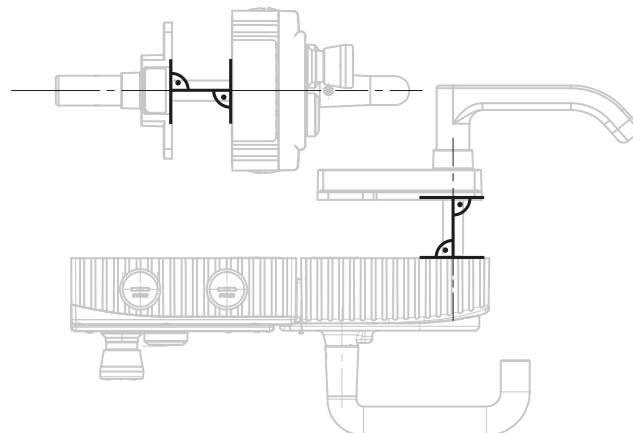
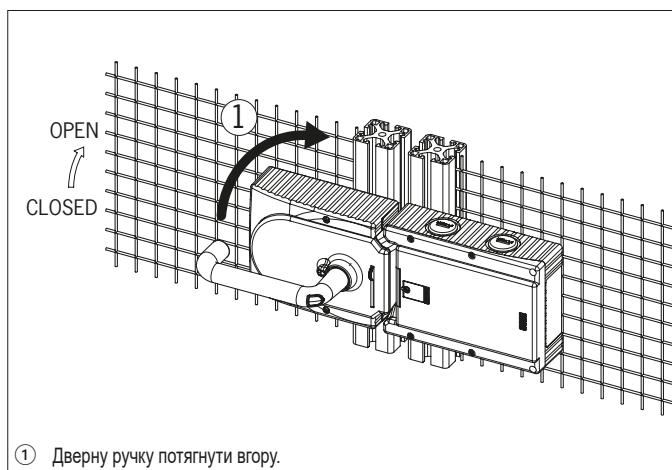

Рис. 8. Приклад монтажу для дверей з правим упором (оглядове зображення)
Рис. 9. Зміна напрямку дії, етап ①
- › Вирівняти вісь розблокування для евакуації під прямим кутом до модуля ручки. Див. Рис. 4 та Рис. 8.
Етапи монтажу описані на Рис. 8 та Рис. 9 – Рис. 14.
- › Для дверей з лівим упором система встановлюється прямо протилежно. Тобто захисний пристрій відкривається при натисканні дверної ручки вверх (див. Рис. 9). Тому необхідно змінити напрямок дії (див. Рис. 9 – Рис. 14).